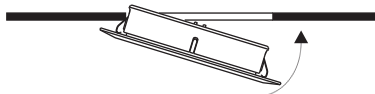

Fig 4
- The light must be anchored to the metallic bracket by inserting first one spring and then the other, applying slight pressure until completely fitted as illustrated in figure 4.
- Zur Befestigung des Strahlers an der Metallhalterung zuerst die eine und dann die andere Feder mit leichtem Druck einsetzen, bis diese komplett einrasten (Abb. 4).